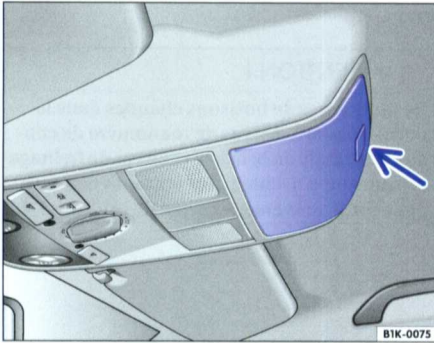

Fig. 70 Range-lunettes dans le pavillon
- Appuyez sur le couvercle dans le sens de la flèche ⇒ fig. 70. Le couvercle s'ouvre automatiquement.